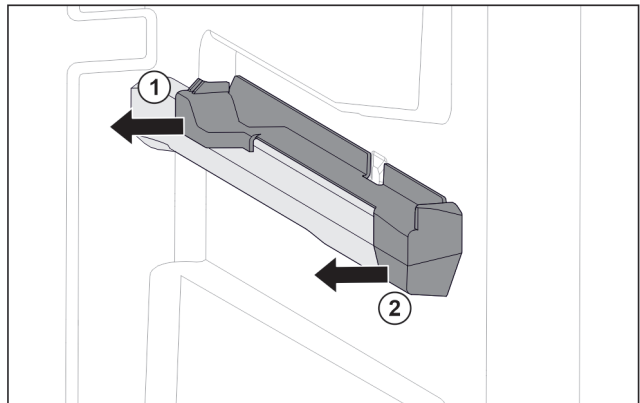

Fig. 50 Pieza de acoplamiento en la nervadura para recipientes derecha
- ▶ Retire la pieza de acoplamiento por detrás lateralmente. Fig. 50 (1)
- ▶ Retire la pieza de acoplamiento por delante lateralmente. Fig. 50 (2)